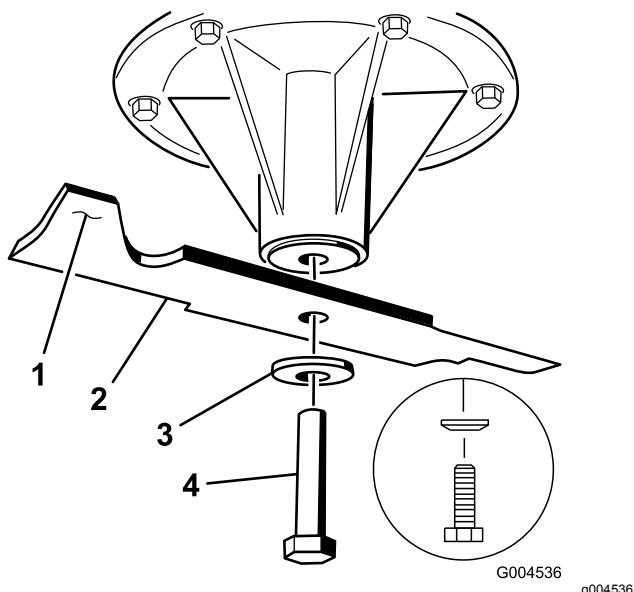

Figura 105
2. Retire del eje el perno de la cuchilla, la arandela curva y la cuchilla (Figura 105).
3. Si la cuchilla no está equilibrada, rebaje algo el metal en la parte de la vela solamente (Figura 105).